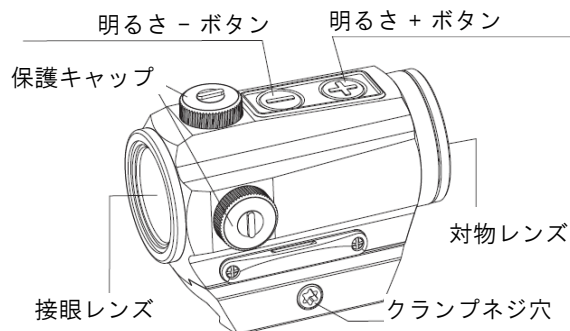

図1 PARALOW HS403B レッドドットサイト
3. 保護蓋(図1参照)を開け、スロット付きねじ回しをスロット付きねじに合わせ、ねじを回し、左右に動かして調整します。左クリックまたは右クリックによる調整は、0.5MOA値に相当します。